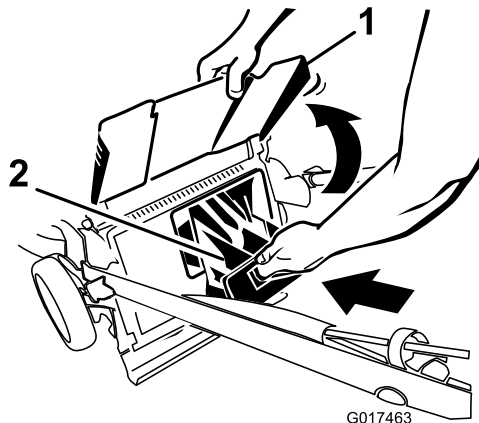

Figura 26
**Importante:** Asegúrese de que el tapón de descarga trasera está bloqueado en su sitio. Para bloquear el tapón: Levante el deflector de descarga (Figura 26), introduzca el tapón y presione firmemente hasta que encaje detrás de las pestañas, y gire la palanca del tapón a la izquierda (Figura 27).